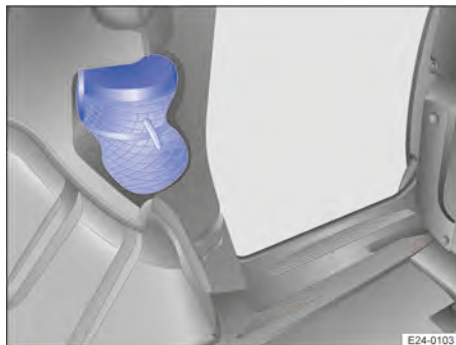

Fig. 158 Dans le panneau latéral : filet de retenue rangé
2. Ouvrez la fixation articulée et déployez le filet de retenue → fig. 158.
4. Fixez le filet de retenue à l'aide des attaches sur le panneau latéral → fig. 158.